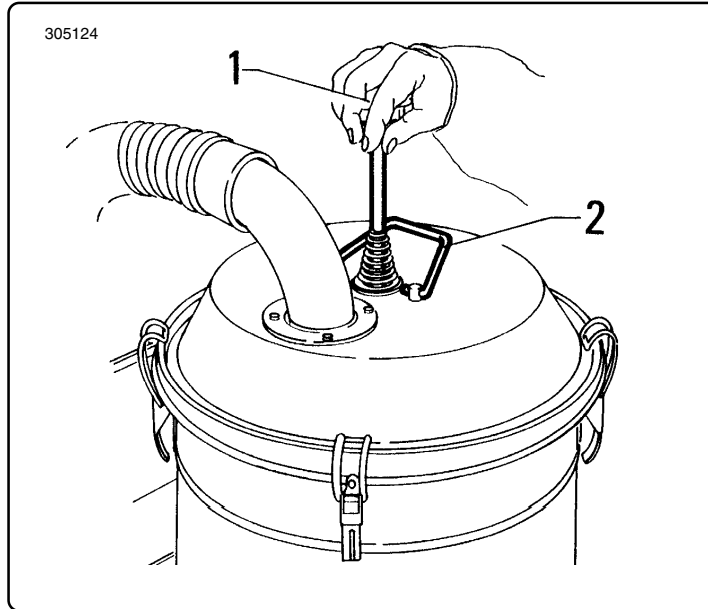

Fig. 6.5.1
**6.5 - Pulizia del filtro primario (solo mod. 3151 e 150/36) - fig. 6.5.1**
**6.5 - Cleaning the primary filter (only mod. 3151 and 150/36) - fig. 6.5.1**
**6.5- Nettoyage du filtre principal (seulement mod. 3151 et 150/36) - fig. 6.5.1**
**6.5 - Limpieza del filtro primario (solo en los mod. 3151 e 150/36) - fig. 6.5.1**
- Sollevare ed abbassare il pomello "1" (fig. 6.5.1) con una certa energia ed a più riprese in modo da staccare la polvere dal filtro.
- Strongly lift and lower knob "1" (fig. 6.5.1) several times in order to detach the dust from the filter.
- Soulevez et abaissez le pommeau "1" (fig. 6.5.1) énergiquement à plusieurs reprises de manière à décoller la poussière du filtre.
- Subir y bajar el pomo "1" (fig. 6.5.1) un poco fuerte varias veces para eliminar el polvo del filtro.